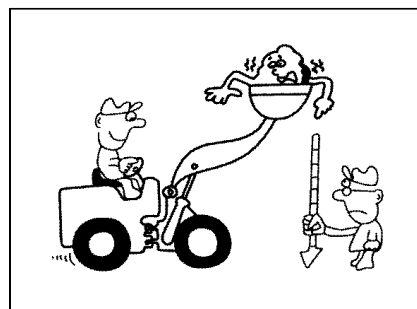

Рис. 1-49
- Запрещается ходить с высоко поднятым полным ковшом, это очень опасное. При транспорте с полной нагрузкой следует выбрать подходящую скорость, расположить ковш низко до упора заднего опрокидывания, ходить при подходящей высоте от земли (500мм—600мм). Это понижает центр тяжести и обеспечивает стабильность погрузчика(рис. 1-49).